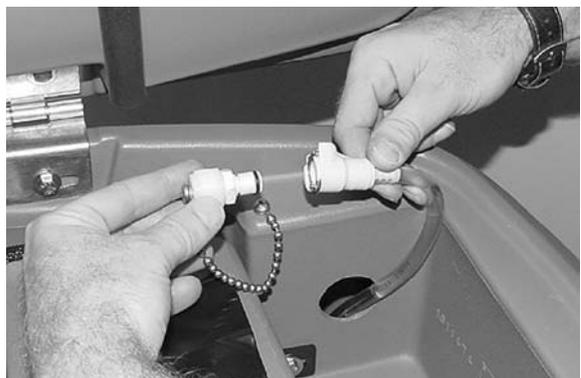

ABB. 51
11. FaST-Modell: Schließen Sie den FaST-PAK-Schlauch an den Lageranschluss an, wenn dieser nicht verwendet wird (Abbildung 51). Entfernen Sie getrocknetes Konzentrat vom Schlauchanschluss, indem Sie diesen mit warmem Wasser reinigen.